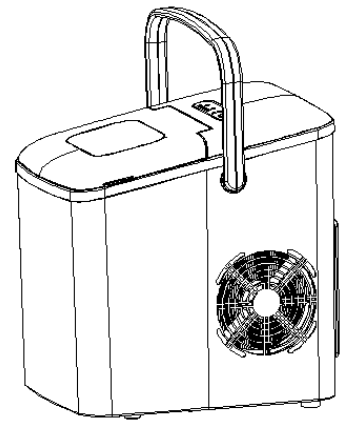

Abb.3
- 4) Halten Sie den Griff in der Mitte und heben Sie ihn nach oben (siehe Abb. 3).